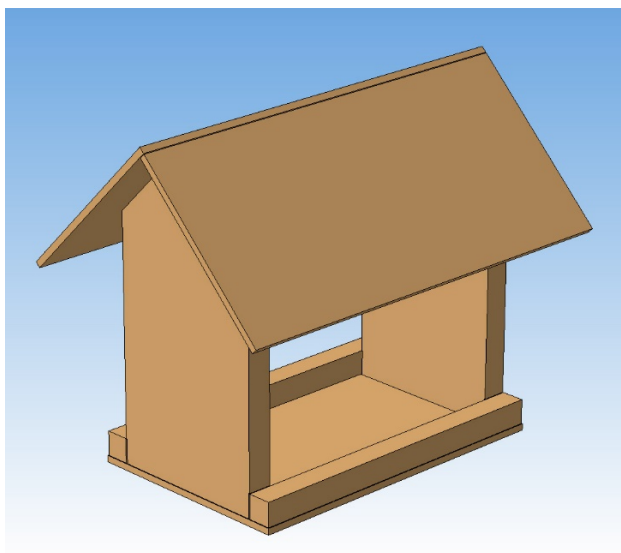

Рис. 1
1. По данному образцу (Рис. 1) разработайте технологическую карту (Таблица 1) для изготовления кормушки;